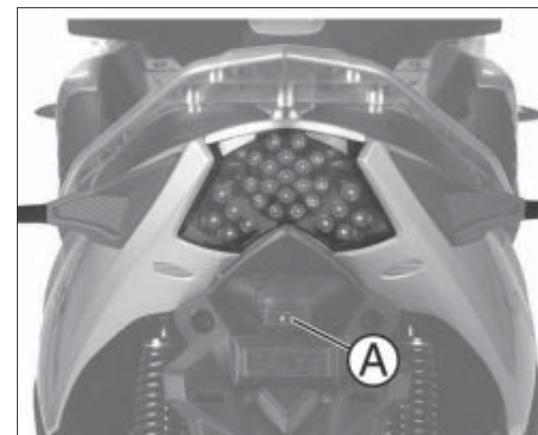

fig. 4
- dévissez la vis A fig. 4 ;
- remplacez le couvercle en plastique en vissant la vis de fixation A fig. 4.